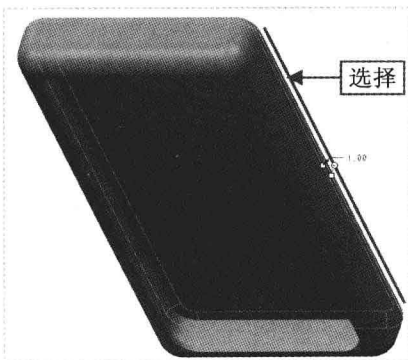

图 6-65 选择倒圆角边线
Step 03 弹出“倒圆角”选项卡,在“输入值”数值框中输入 1,按【Enter】键确认,在绘图区选择需要倒圆角的边线,如图 6-65 所示。